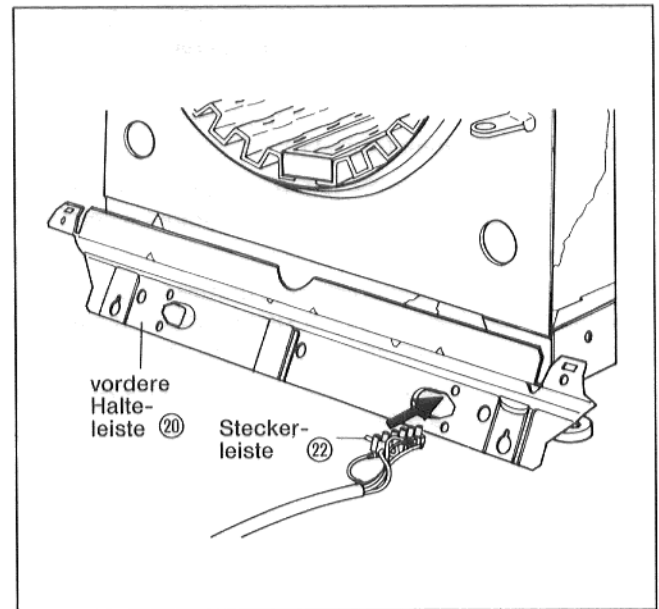

Abb. 8
- Steckerleiste ① des Brennerkabels ③ durch die Öffnung in der vorderen Halteleiste ② stecken (rechte Öffnung für Brennerzündschlag rechts, linke Öffnung für Brennerzündschlag links – Abb. 8 + 9).
- Zugentlastung mit den Nocken ④ in die Bohrungen ⑤ in Halteleiste ② einsetzen.
- Brennerkabel in die Zugentlastung einlegen, Oberteil zuklappen und zwei Schrauben ⑥ leicht eindrehen.